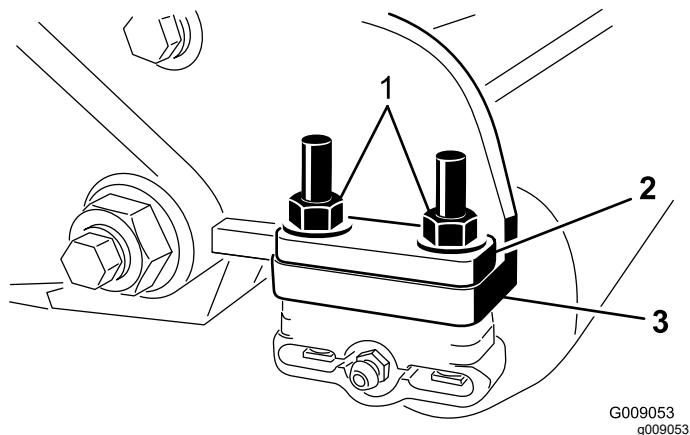

**図 6**
6. 六角穴ボルト 2 本 3/8 x 1 inch を使用して、ローラブラシハウジングをリールベアリングハウジングに取り付ける **図 6**。ローラブラシハウジングは、ねじ切りしてある穴がカッティングユニットの前側にくるように取り付ける。